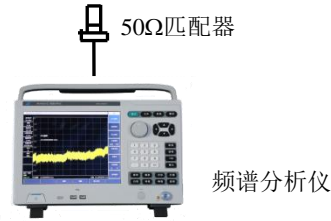

图 11-14 剩余响应测试设置
- 1) 按照图 11-14 连接测试仪器。在频谱分析仪信号输入端口上连接 50Ω匹配器，并如下设置频谱分析仪：